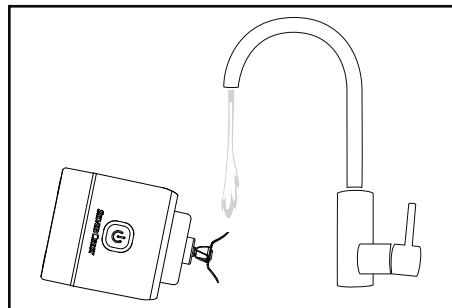

Fig. 2
**⚠ CAUTELA!** La lama a croce ⑤ è molto affilata. Procedere con cautela durante la pulizia.
- Pulire il blocco motore ⑨ con un panno umido.
- Se il miscelatore ④ non è molto sporco, riempirlo d'acqua tiepida fino al segno MAX aggiungendovi una goccia di detergente per piatti. Fare funzionare l'apparecchio per circa 30 secondi come descritto al capitolo **Uso**. Poi svitare il blocco motore ⑨ e svuotare il miscelatore ④.
- Lavare solo la lama a croce ⑤ con cautela sotto l'acqua corrente, utilizzando eventualmente uno spazzolino. Assicurarsi che non giunga acqua al blocco motore ⑨ e non immergere l'apparecchio nell'acqua. Rovesciare l'apparecchio in modo che la lama a croce ⑤ sporga nel getto d'acqua (vedere fig. 2). Se si esegue la pulizia subito dopo l'uso, è più facile rimuovere la sporcizia.